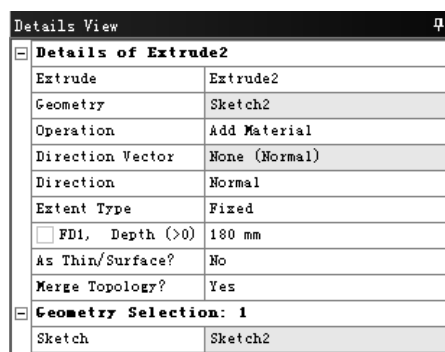

图 3.13.7 “Details View”对话框
(2) 在工具条中单击  Extrude 按钮，弹出图 3.13.7 所示的“Details View”对话框，使用草图 2 作为截面，在 **Operation** 下拉列表中选择 **Add Material** 选项，在 ☐ **FD1, Depth (>0)** 文本框中输入数值 180，其他采用系统默认设置值。单击工具条中的  Generate 按钮，完成拉伸特征 2 的创建。